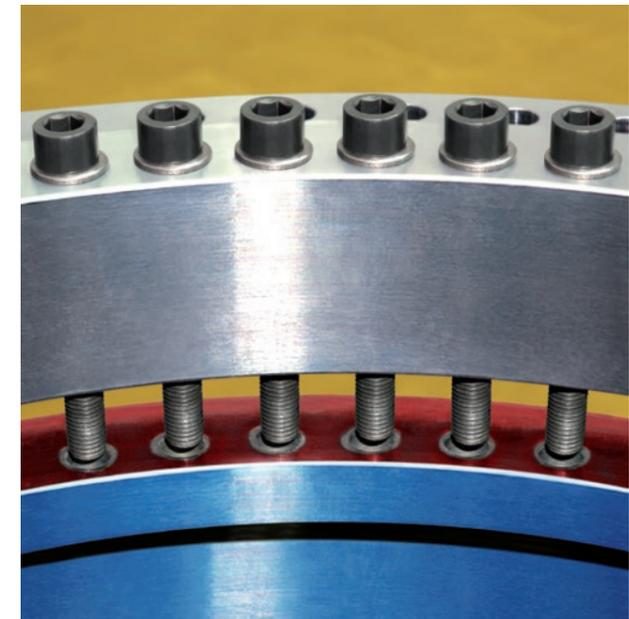

Bild 17: Schützen der Durchgangs- und Gewindebohrungen vor Loctite
6. Durchgangs- und Gewindebohrungen sind vor Loctite zu schützen (Bild 17).